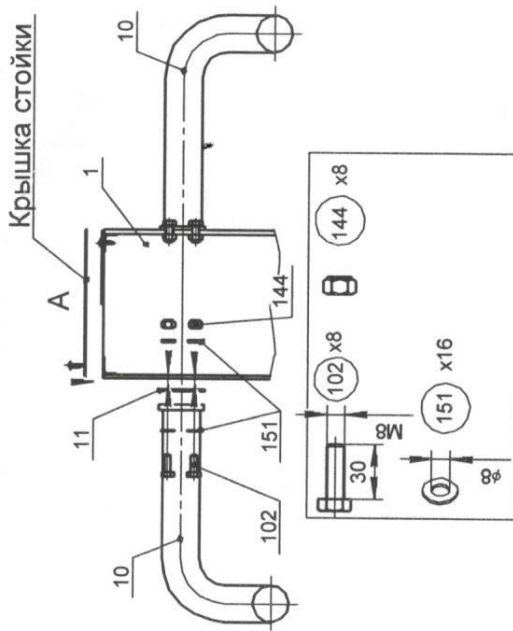

Рис.5
10.3.3.1 Снять крышку стойки, установить и закрепить рукоятки поз.10, установить и закрепить крышку стойки (рис. 5).